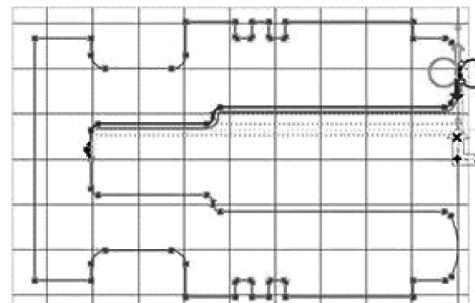

图 6-11 刀具切削方向
- 5) 按图 6-11 选择加工特征, 并设定起始点和终止点。刀具将沿着标记指定方向切削工件内部, 如图 6-11 所示。